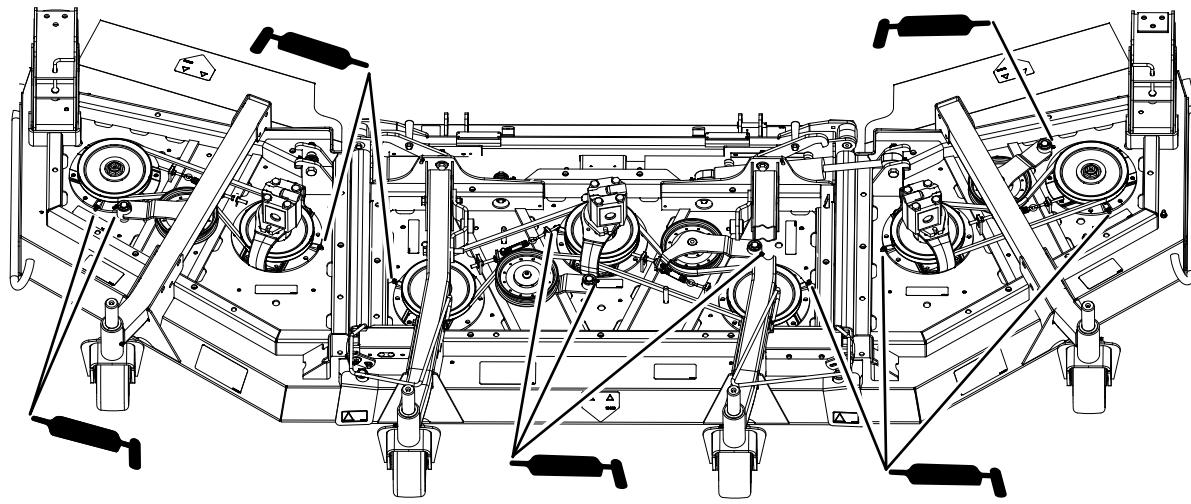

Bild 51
- Drei Spindelwellenlager (unter der Riemscheibe) (Bild 51)
- Zwei Spannarm-Drehbüchsen (Bild 51)